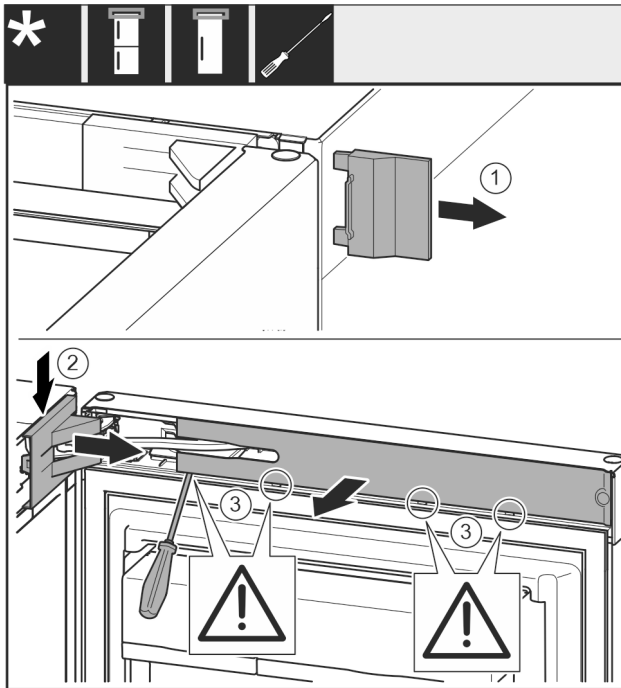

Fig. 8
- ▶ Снимите крышку Fig. 8 (1).
- ▶ При помощи отвертки отцепите крышку опорного кронштейна Fig. 8 (2) и отсоедините ее.
- ▶ Снимите крышку опорного кронштейна Fig. 8 (2).
- ▶ При помощи шлицевой отвертки отцепите накладку Fig. 8 (3) и отведите ее в сторону.